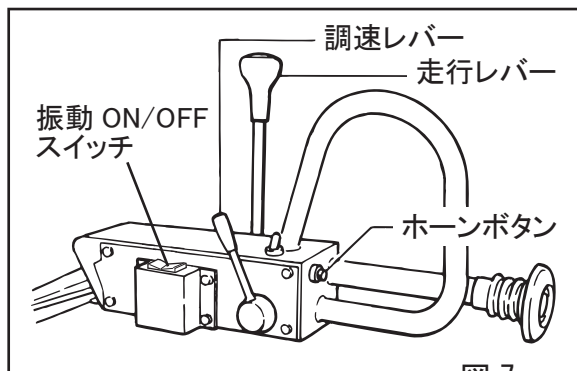

図 7
- 各レバー、ワイヤー(走行、調速)が確実に動作するか点検します。(図7)
- ホーンボタンを押して、ホーンが正常に鳴るか確認します。(図7)
- 調速レバーを一杯に開き、エンジンの回転を上げてください。(図7)
- 警報装置(ホーン)が付いています。(図7)
- 走行レバーを停止[中立]、振動ON/OFFスイッチをOFFの位置にし、振動が停止する事を確認してから、调速レバーを始動位置に戻し3~5分間冷却運転を行ってください。(図7、8、14)